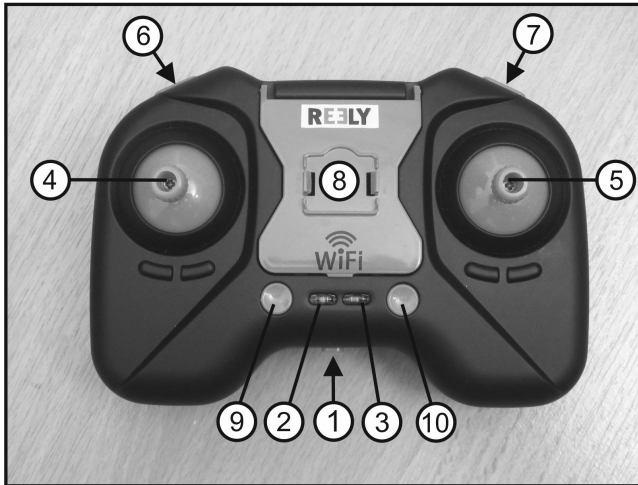
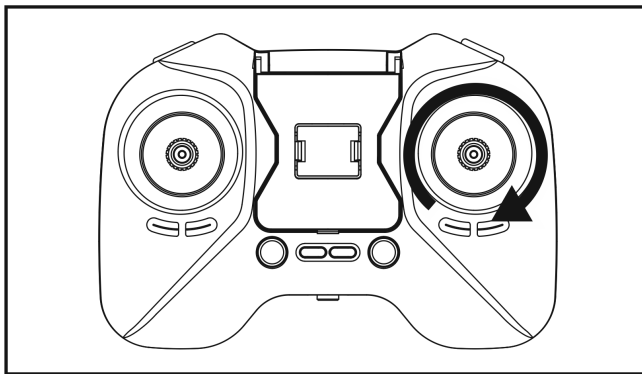

Bild 3
Bild 8
Der Quadrocopter kann über eine im Sender integrierte Ladeelektronik aufgeladen werden. Öffnen Sie hierzu die Klappe (Bild 3, Pos. 8) auf der Oberseite des Senders und schließen das Ladekabel an den Quadrocopter an. Die Funktions-LED am Sender (siehe Bild 3, Pos. 2) leuchtet grün und zeigt den Start des Ladevorganges an. Erlischt diese LED, so ist der Akku im Quadrocopter vollständig aufgeladen.
Der Zustand der Batterien wird permanent geprüft, wenn der Sender in Betrieb ist. Sinkt der Spannungspegel der Batterien unter einen bestimmten Wert, signalisiert der Sender dies mit dem permanenten Blinken der LED am Sender (Bild 3, Pos. 2). In diesem Fall sollten Sie unverzüglich den Flugbetrieb einstellen und die Batterien des Senders erneuern.
Als Schweben wird jener Flugzustand bezeichnet, bei dem der Quadrocopter weder steigt noch sinkt und somit die nach oben gerichtete Auftriebskraft gleich der nach unten gerichteten Gewichtskraft ist. Schieben Sie den Gashebel (Bild 3, Pos. 4) nach vorne, wird die Motordrehzahl erhöht und der Quadrocopter steigt. Ziehen Sie den Gashebel nach hinten, wird der Quadrocopter sinken. Belassen Sie den Gashebel in der Mittelstellung, versucht der Quadrocopter, die Höhe zu halten.
Bei dem Quadrocopter können Sie je nach Ihrer Flugerfahrung zwischen drei verschiedenen Flugmodis wählen. Die Taste hierzu befindet sich am Sender (siehe Bild 3, Pos. 6).
Der Sportmodus wird den Piloten empfohlen, die schon Erfahrungen mit anderen Quadrocopter-Modellen gesammelt haben. In diesem Modus ist der Quadrocopter deutlich agiler in seinem Steuerverhalten als im Anfängermodus. Um den Sportmodus zu aktivieren, drücken Sie die entsprechende Taste am Sender (Bild 3, Pos. 6). Der Sportmodus wird mit einem doppelten Kontrollton bestätigt.
- Stellen Sie den Hebel für die Motordrehzahl (siehe Bild 3, Pos. 4) in die hinterste Stellung. Schalten Sie anschließend den Fernsteuersender durch Betätigung des Ein-/Aus-Schalters (Bild 3, Pos. 1) ein. Der Sender quittiert dies durch einen Signalton. Die Kontroll-LED am Sender (Bild 3, Pos. 2) blinkt in schnellem Rhythmus.
- Drücken Sie jetzt den linken Steuerhebel (Bild 3, Pos. 4) nach vorne, bis ein Kontrollton ertönt.
- Ziehen Sie den linken Steuerhebel (Bild 3, Pos. 4) nach hinten, bis ein Kontrollton ertönt. Die Kontroll-LED am Sender leuchtet nun dauerhaft.
- Kalibrieren Sie die Sensoren im Quadrocopter, indem Sie den rechten Steuerhebel (Bild 3, Pos. 5) bei jeweiligem Vollausschlag im Uhrzeigersinn einmal im Kreis drehen (siehe Bild 8). Die Kalibrierung startet, wenn am Quadrocopter die hinteren, roten LEDs kurz blinken. Die Kalibrierung ist beendet, wenn diese LEDs wieder dauerhaft leuchten.
- Starten Sie die Rotoren, indem Sie den Steuerhebel (Bild 3, Pos. 4) vorsichtig nach vorne bewegen. Wollen Sie die Rotoren wieder abstellen, so ziehen Sie nur den linken Steuerhebel (Bild 3, Pos. 4) in die hinterste Position zurück.
Zum Trimmen des Modells betätigen Sie die Taste „Trimmung“ (siehe Bild 3, Pos. 7). Drücken Sie diese Taste nur kurz an, bis ein doppelter Signalton ertönt und die LED der Funktionskontrolle (siehe Bild 3, Pos. 2) blinkt. Das Modell befindet sich im Trimm-Modus, so lange die LED am Sender und bei Betätigung des rechten Steuerhebels die LEDs des Quadrocopters blinken.
Das Modell kann per Knopfdruck einen Flip (eine 360°-Drehung) durchführen. Bringen Sie hierzu den Quadrocopter in einen stabilen Schwebeflug in mindestens 1,5 Meter Flughöhe (in ausreichendem Abstand zum Piloten und Hindernissen, min. 2 Meter). Drücken Sie jetzt den rechten Steuerhebel (Bild 3, Pos. 5) kurz senkrecht nach unten. Der Sender wird zur Kontrolle, dass Sie jetzt den Flip-Modus angewählt haben, in gleichbleibendem Rhythmus einen Kontrollton abgeben. Der Kontrollton bleibt so lange aktiviert, bis der Flip durchgeführt worden ist.
Das Modell kann per Knopfdruck ein „Spinning“ (schnelle 360°-Drehungen um die eigene Hochachse) durchführen. Die Flughöhe kann hierbei durch entsprechende Steuerbewegungen des linken Steuerhebels (Bild 3, Pos. 4) beeinflusst werden. Bringen Sie hierzu den Quadrocopter in einen stabilen Schwebeflug in mindestens 1,5 Meter Flughöhe (in ausreichendem Abstand zum Piloten und Hindernissen, min. 2 Meter).
Drücken Sie jetzt die „Spinning-Taste“ (Bild 3, Pos. 10) kurz. Der Sender wird zur Kontrolle, dass Sie jetzt den Spinning-Modus angewählt haben, einen Kontrollton abgeben. Der Quadrocopter beginnt, sich schnell um seine eigene Hochachse zu drehen. Beenden Sie den Spinning-Mode, in dem Sie die Taste für das Spinning (Bild 3, Pos. 10) erneut drücken oder den rechten Steuerhebel in irgendeine Richtung bewegen.